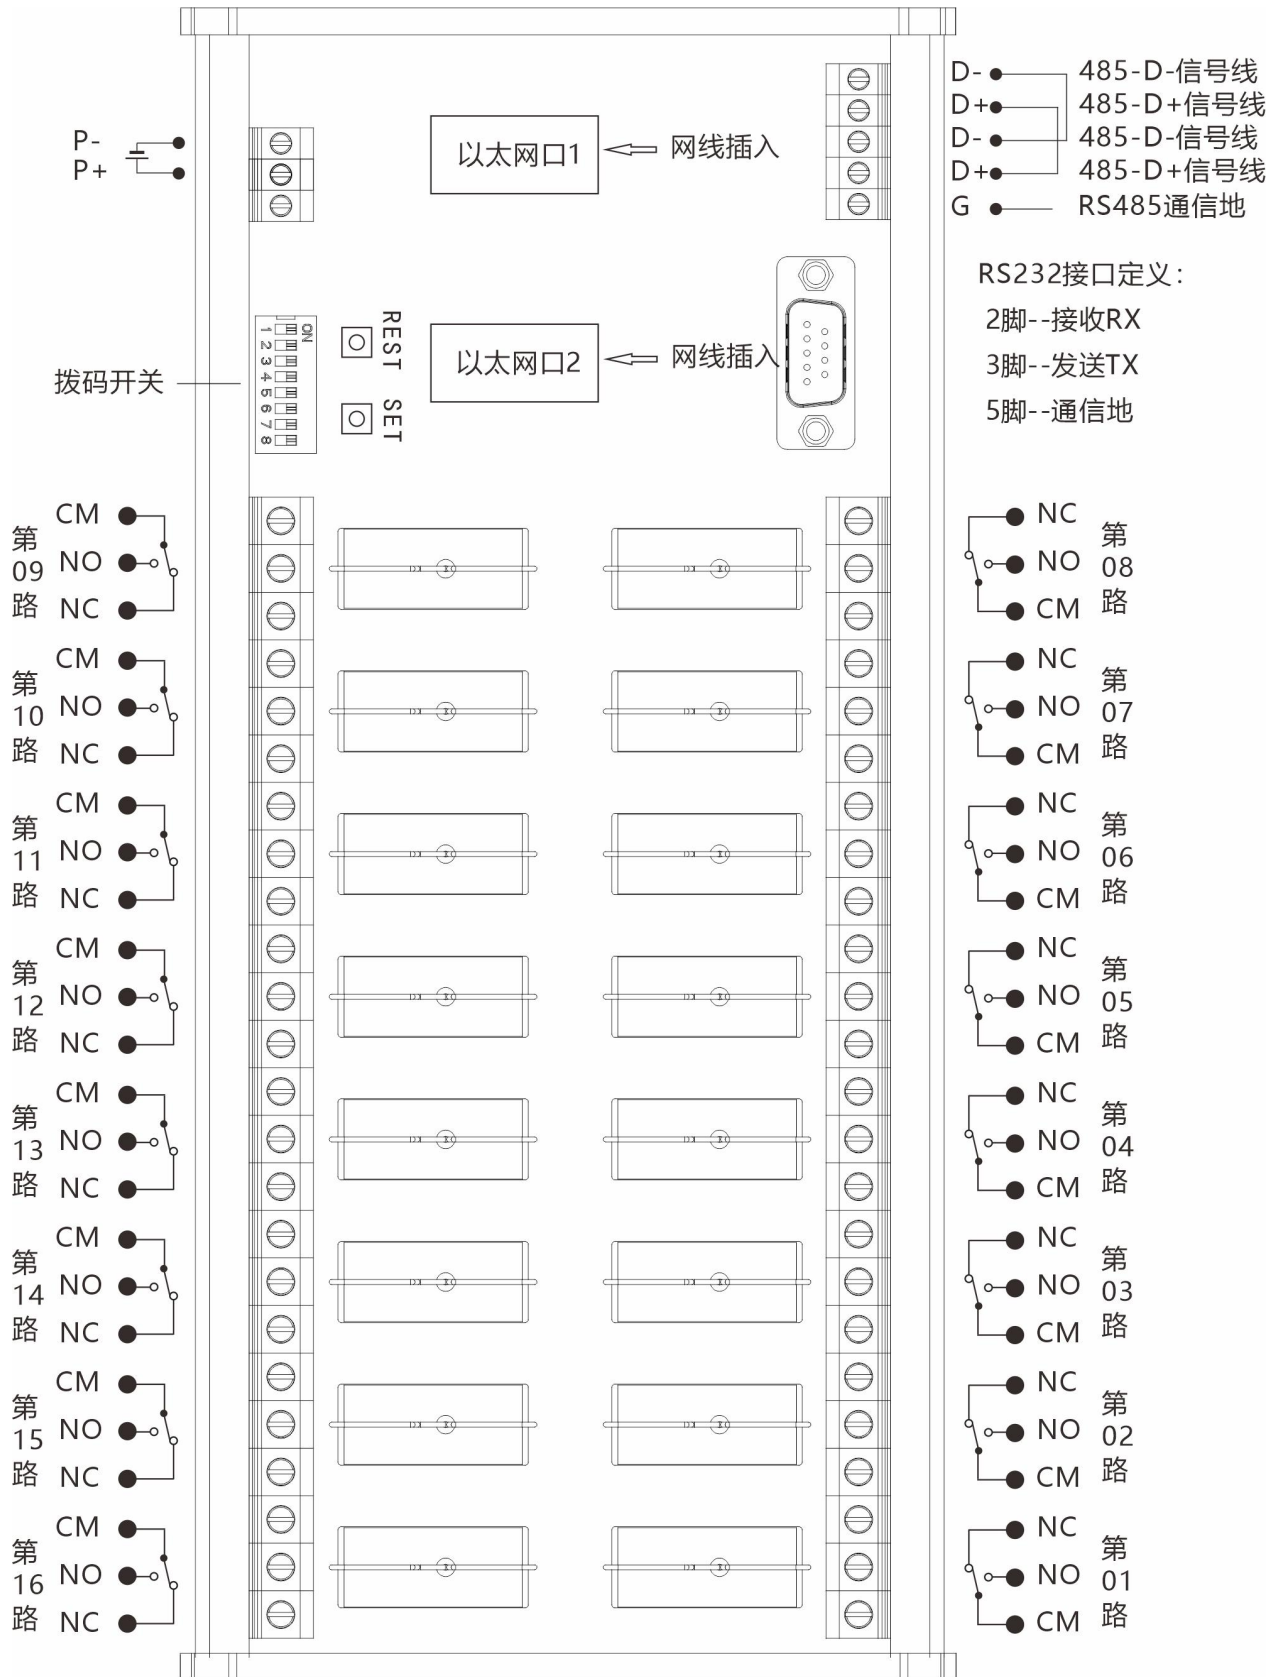

图 6.1 端口定义与部件图
(2) 其它功能
- 内置 8 位拨码开关（见图 6.1），可按下表灵活设置各种功能：